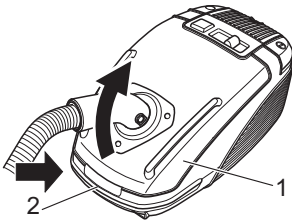

Abb. 18
2. Drücken Sie die Entriegelungstaste (Abb. 18/1) und öffnen Sie den Staubraumdeckel (Abb. 18/2).